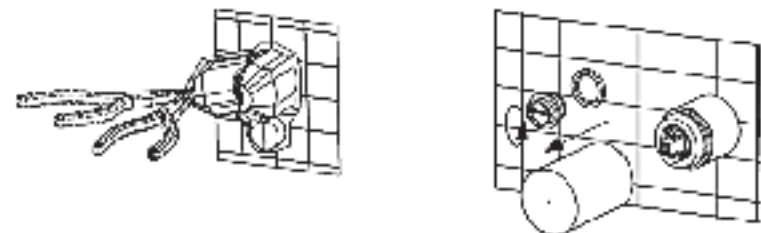

Abb.2
2. Nehmen Sie den Schutzkappen ab (Abb. 2).